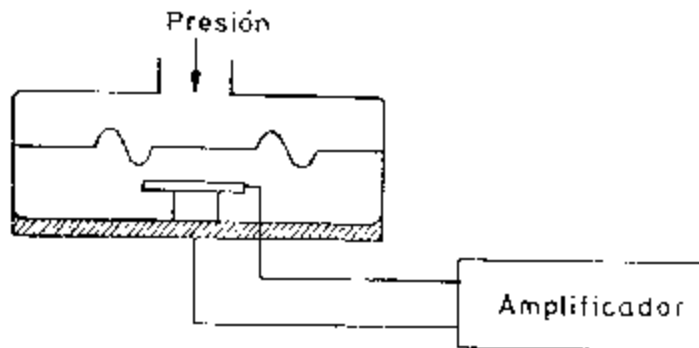

Figura 5
**Transductores piezoeléctricos.** Estos elementos eléctricos, mostrados en la Figura 5, son materiales cristalinos que al deformarse físicamente por la acción de una presión, generan una señal eléctrica. La señal de respuesta varía en forma lineal con la presión de entrada, son adecuados para medidas dinámicas ya que son capaces de responder a frecuencias del orden de 1 MHz. Son elementos pequeños de construcción robusta sin embargo son sensibles a cambios de temperatura; requiere de amplificadores.4